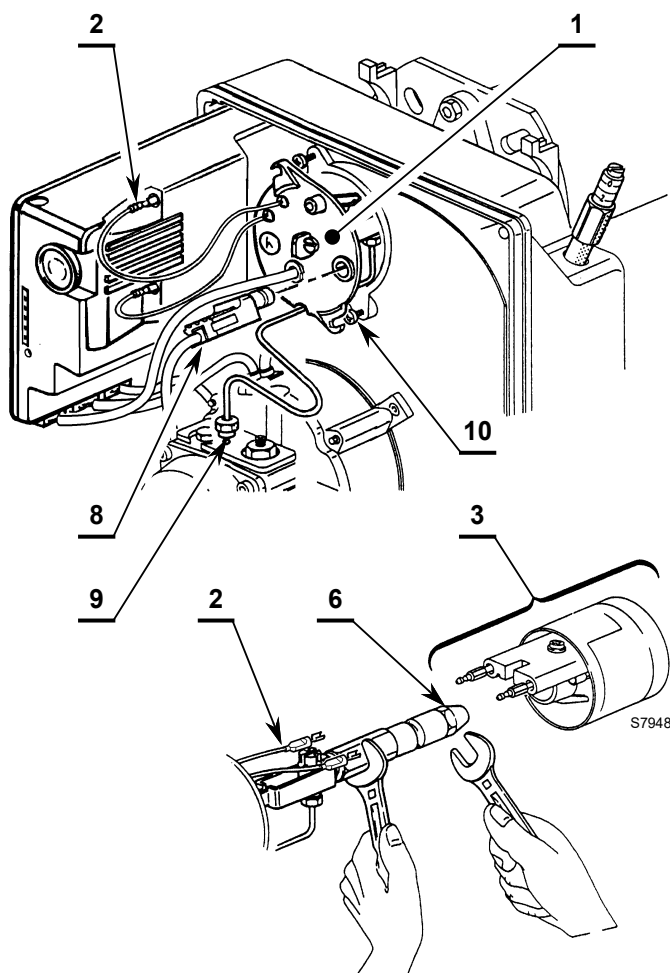

Fig. 13
Mode 1 (Fig. 13):
- Débrancher les fils 2)(Fig. 13) de la boîte de contrôle, le capteur de flamme 8) et dévisser l'écrou 9) de la pompe.
- Retirer les fils 2) des électrodes, desserrer la vis 4)(Fig. 13) et déposer le groupe accroche-flamme 3) de la ligne porte-gicleur 1).
Mode 2 (Fig. 13):